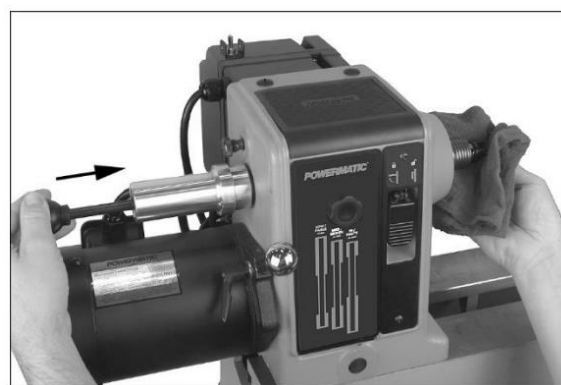

Рисунок 8-5: демонтаж центра передней бабки
2. Для *демонтажа* поводкового центра, сначала снимите заготовку со станка. Затем вставьте выталкиватель (Рис. 8-5) в отверстие маховика и с силой вытолкните конус поводкового центра.